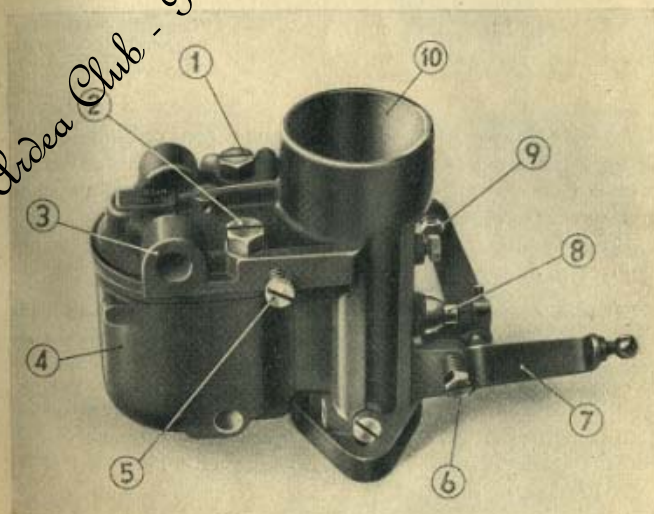
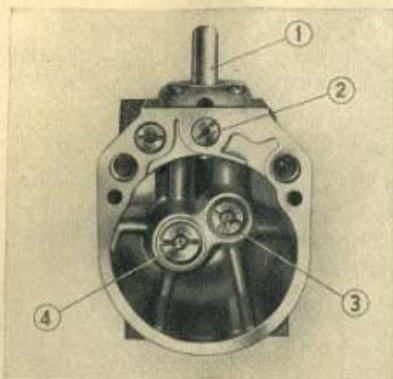

Fig. 11. - Vista esterna del carburatore.
Fig. 12. - Parte interna della vaschetta del carburatore.
Il carburatore è del tipo 30 VIML3 « Zenith » con dispositivo di avviamento (vedi fig. 11).
Per eseguire la pulizia del carburatore è necessario allentare le due viti (1) e (2), smontare la vaschetta (4) (vedi fig. 11) e quindi il getto principale (3) ed il getto compensatore (4) in essa contenuti (vedi fig. 12).